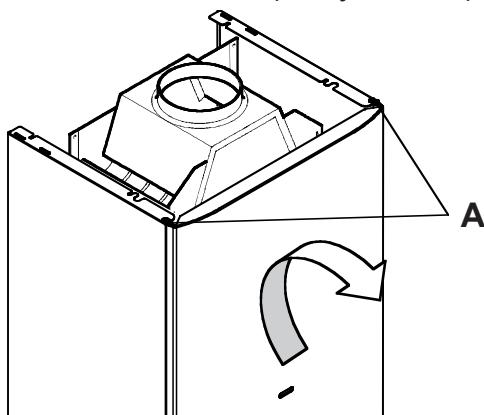

Рисунок 9.1
- Ослабьте 2 винта А (Рисунок 9.1).